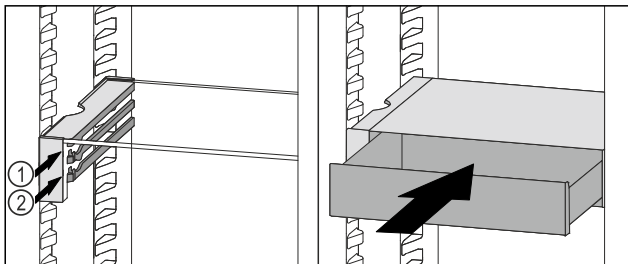

Fig. 101
- ▶ VarioSafe-lade achter de stoppers op de gewenste rib Fig. 101 (1) of Fig. 101 (2) plaatsen.